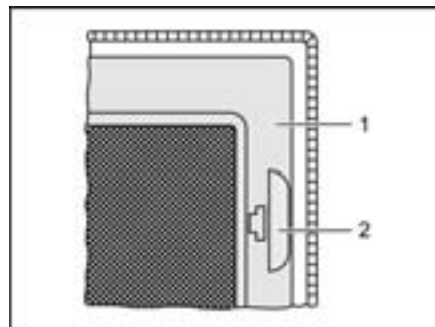

Bild 43 Insektenschutz
- Am Griff (Bild 43,2) ziehen.
- Insektenschutz (Bild 43,1) nach unten klappen.
- Insektenschutz (Bild 43,1) nach oben schwenken, bis er einrastet.